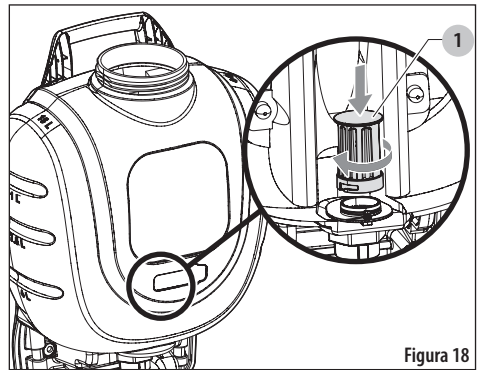

Figura 18
9. Para volver a instalar el filtro (1) del tanque, colóquelo suavemente en el fondo del tanque y gírelo lentamente hasta que las pestañas de bloqueo en la base del filtro estén alineadas con las ranuras de este. El filtro del tanque caerá hacia abajo aproximadamente 1/8 de pulgada cuando esto suceda.
10. Empuje hacia abajo el filtro del tanque hasta el tope, aproximadamente otro 1/4 de pulgada; a continuación, gire el filtro del tanque 1/8 de vuelta en sentido horario hasta el tope. Vea la *Figura 18*.